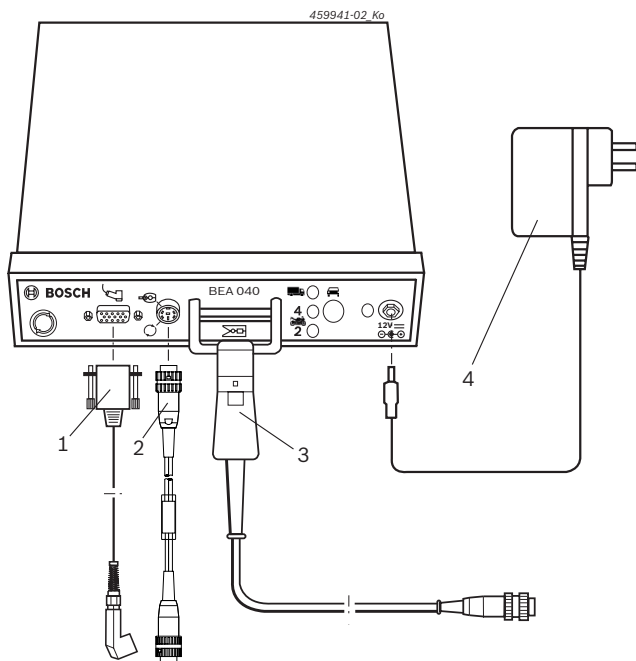

Fig. 3: Tilslutningsplan
! Ved dieselkøretøjer kan forbindelseskabel klemfølersignal (1 684 460 283) anvendes. I den forbindelse skal metalstiketsiden på forbindelseskabel klemfølersignal sluttes til Bosch-testudstyret og plaststiketsiden sluttes til BEA 040. **Desuden skal batteritilslutningsklemme B- fra Bosch-testudstyret ubetinget klemmes over kombisensorens metalhus (Fig. 3, pos. 1).**